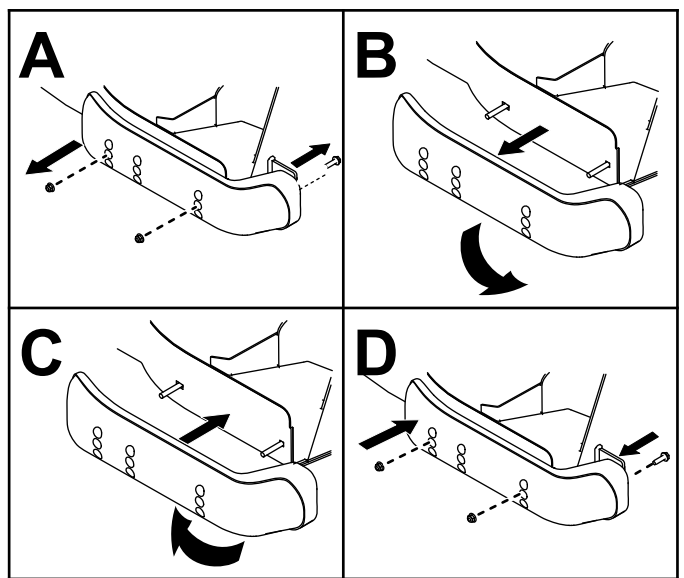

Figura 135
5. Rimuovete i pattini dai lati del piatto di taglio (Figura 135).
6. Scambiate i pattini e montateli utilizzando le viti che avete rimosso in precedenza (Figura 135).